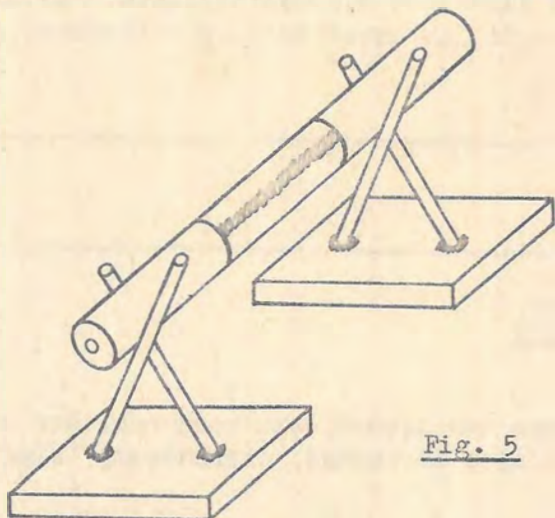

Fig. 5
- 2º Haga un par de soportes que faciliten el giro del eje durante el proceso de recargue ( Fig. 5 ).